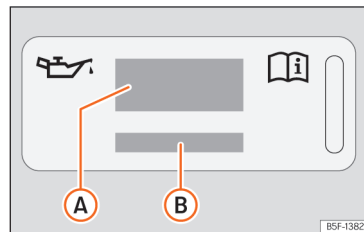
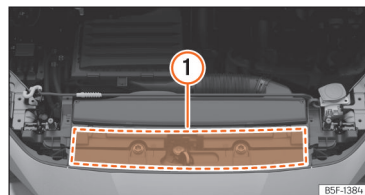

Fig. 225 Al compartiment del motor: etiqueta d'oli de motor
Fig. 226 Al compartiment del motor: zona d'ubicació de l'etiqueta d'oli de motor
Llegenda de la >>> **fig. 225:**
Si heu d'omplir l'oli del motor, utilitzeu un dels olis indicats a l'etiqueta >>> **fig. 225**. L'etiqueta amb la norma prescrita es troba a la part davantera al compartiment del motor >>> **fig. 226**
- Si falta l'etiqueta amb l'especificació de l'oli motor >>> **fig. 225**, poseu-vos en contacte amb un taller especialitzat.